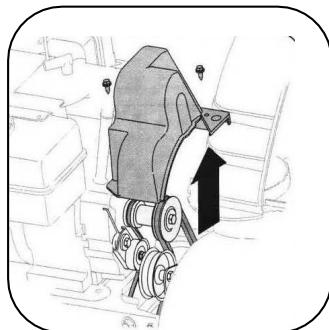

Рис.21
- ПРИМЕЧАНИЕ.** Слейте бензин из снегоочистителя, или поместите кусок пластика под крышку бензобака. См. рис. 21.